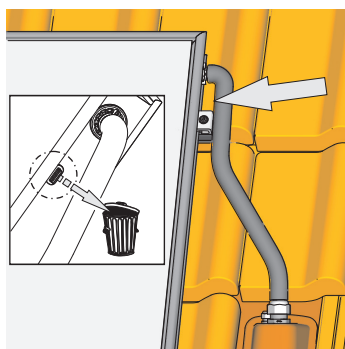

Bild 3-46 Arbeitsschritt 1
1. Fühlerstopfen entfernen (Bild 3-46).